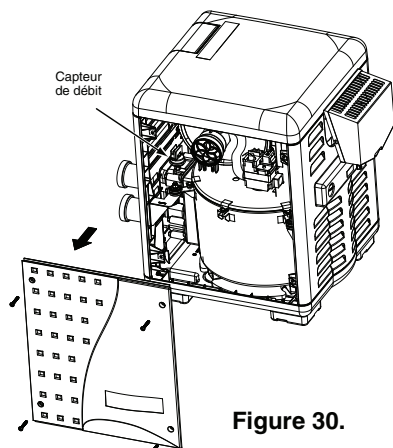

Figure 30.
2. Libérer le loquet de la porte avant et l'ouvrir. Retirer les deux vis de fixation qui fixent le panneau de haute tension et enlever ce dernier du boîtier. **Voir la figure 30.**